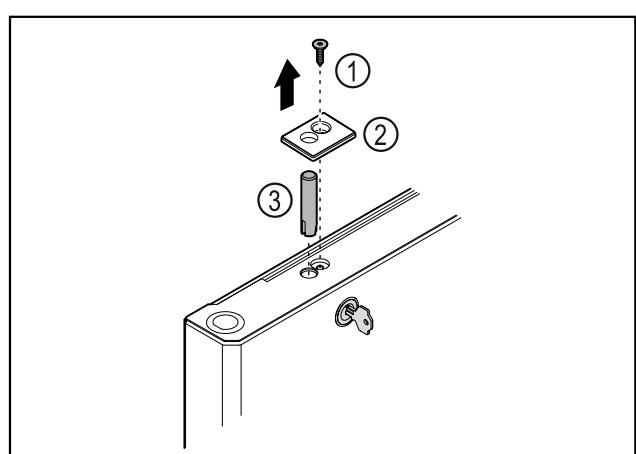

Fig. 41
- Fjern skruen Fig. 41 (1).
- Vipp dekselet Fig. 41 (2) ut av stilling med en liten skrutrekker, og ta det av.
- Trekk ut låsebolten Fig. 41 (3).